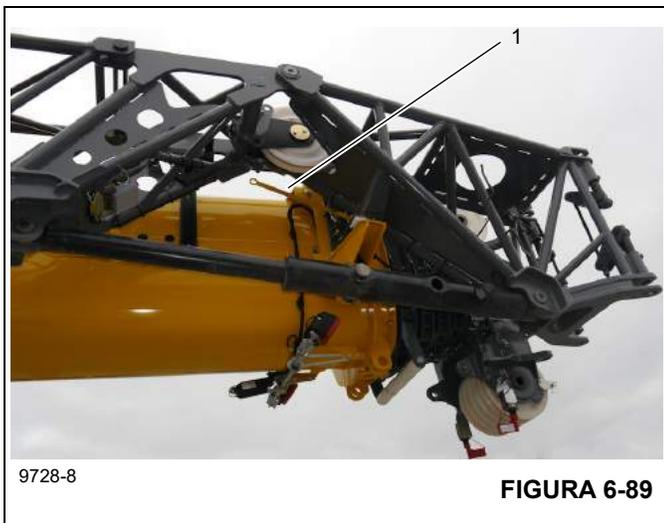

FIGURA 6-89
15. Verifique que el pasador n.º 2 esté desbloqueado (1), (Figura 6-88). La manija (1), (Figura 6-89), debe estar en la posición hacia abajo.